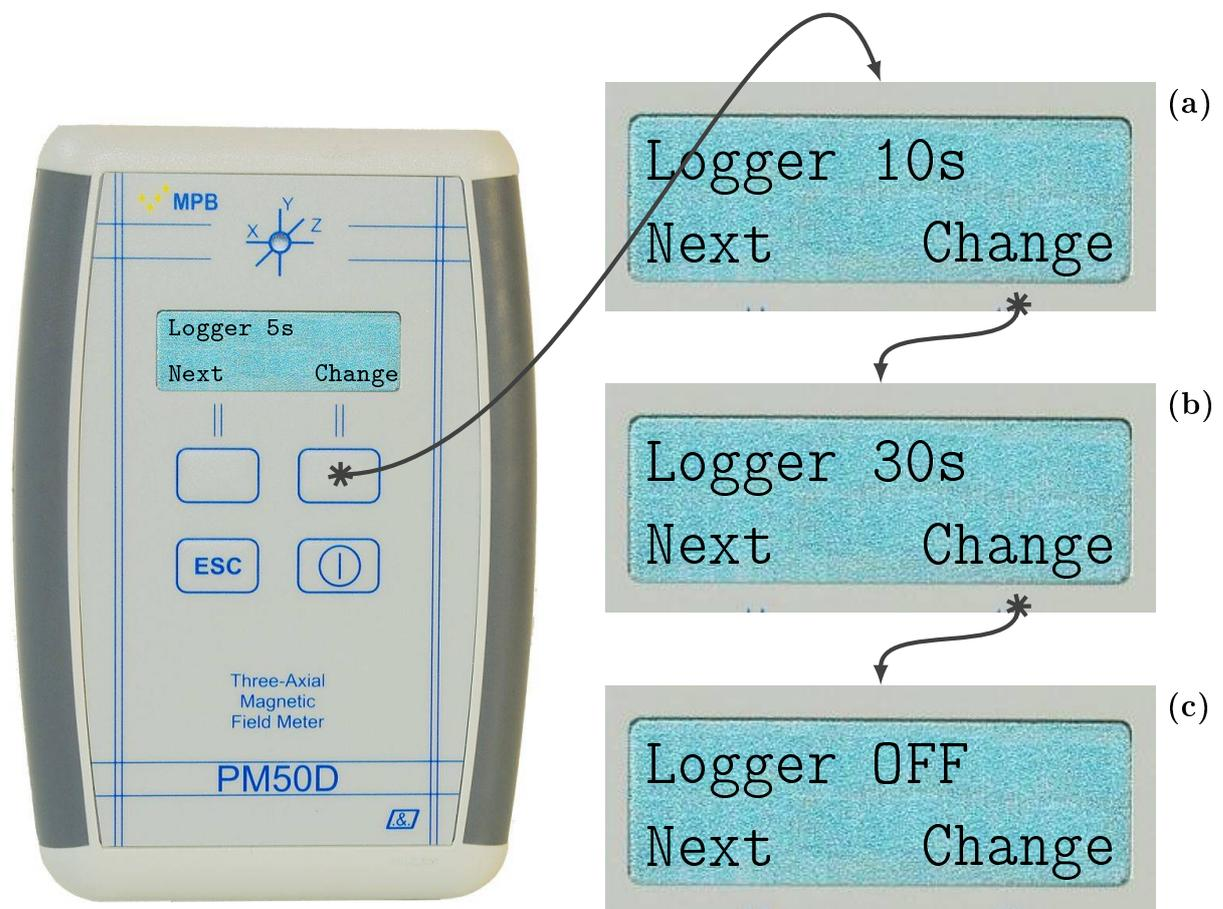
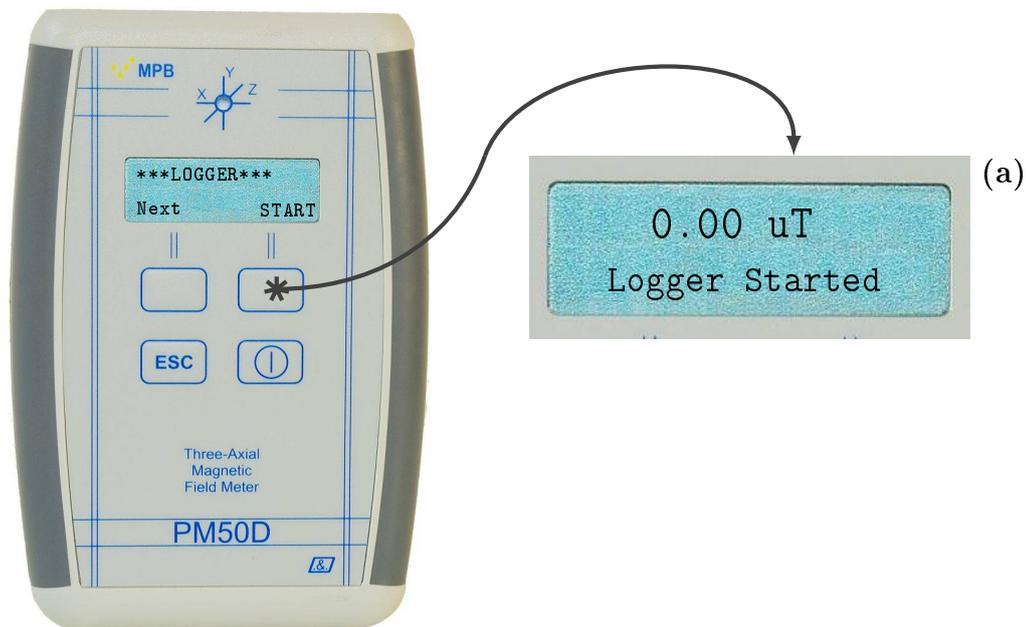

Figura 3.11: Sotto-Menu “Logger”
Figura 3.16: Schermata “*LOGGER*”
sotto-menu LOGGER bisogna premere il tasto funzione Next fin quando sul display non si presenterà la schermata riportata in Figura 3.11. Premendo il tasto funzione Change è possibile scegliere tra:
5 s: in modalità data logger il dispositivo acquisisce e memorizza il valore di campo rilevato ogni 5 secondi. Se il valore impostato è differente da “LOGGER 5 s” bisogna premere il tasto funzione Change fino a visualizzare sulla prima linea del display “LOGGER 5 s” (Figura 3.11); premendo sul tasto ESC l’impostazione verrà salvata, in alternativa se non si preme nessun tasto dopo alcuni secondi lo strumento salverà in automatico l’impostazione e tornerà sulla schermata principale.
- 10 s:** in modalità data logger il dispositivo acquisisce e memorizza il valore di campo rilevato ogni 10 secondi. Se il valore impostato è differente da “LOGGER 10 s” bisogna premere il tasto funzione Change fino a visualizzare sulla prima linea del display “LOGGER 10 s” (Figura 3.11(a)); premendo sul tasto ESC l'impostazione verrà salvata, in alternativa se non si preme nessun tasto dopo alcuni secondi lo strumento salverà in automatico l'impostazione e tornerà sulla schermata principale.
- 30 s:** in modalità data logger il dispositivo acquisisce e memorizza il valore di campo rilevato ogni 30 secondi. Se il valore impostato è differente da “LOGGER 30 s” bisogna premere il tasto funzione Change fino a visualizzare sulla prima linea del display “LOGGER 30 s” (Figura 3.11(b)); premendo sul tasto ESC l'impostazione verrà salvata, in alternativa se non si preme nessun tasto dopo alcuni secondi lo strumento salverà in automatico l'impostazione e tornerà sulla schermata principale.
- Off:** è possibile disabilitare la modalità di acquisizione data logger. Se il valore impostato è differente da “LOGGER Off” bisogna premere il tasto funzione Change fino a visualizzare sulla prima linea del display “LOGGER Off” (Figura 3.11(c)); premendo sul tasto ESC l'impostazione verrà salvata, in alternativa se non si preme nessun tasto dopo alcuni secondi lo strumento salverà in automatico l'impostazione e tornerà sulla schermata principale.
Impostati i parametri LOGGER e LOG Time, a partire da uno dei due sottomenu e quindi da una delle schermate riportate in figura 3.11 o 3.12 premendo il tasto ESC si presenterà la schermata riportata in Figura 3.16, premendo il tasto funzione Start la modalità di acquisizione verrà attivata, il dispositivo segnalerà che il data logger è stato avviato con la scritta Logger Started sulla linea 2 del display (Figura 3.16(a)), successivamente il dispositivo si porterà sulla sua schermata principale e non sarà possibile effettuare nessuna operazione a meno che non venga arrestata la modalità di acquisizione DATA LOGGER. In fase di